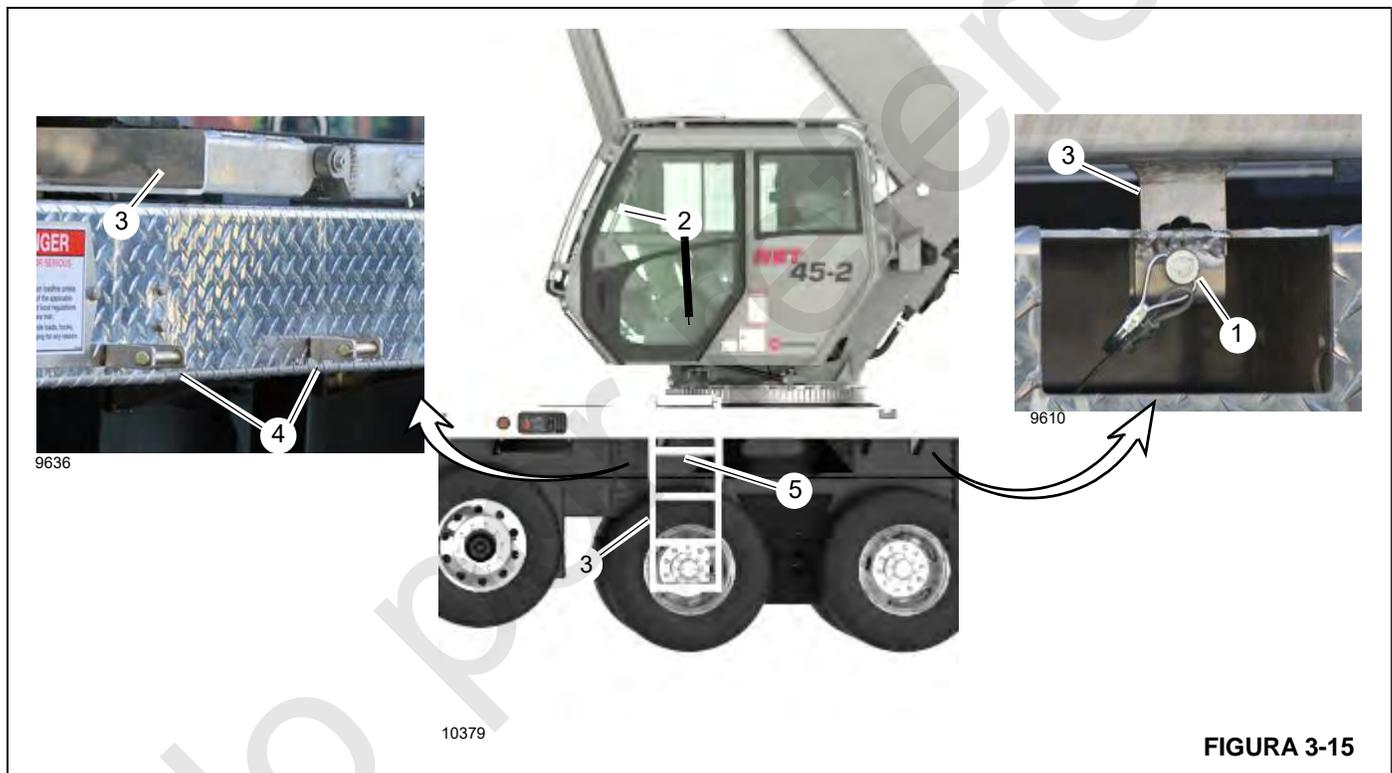

FIGURA 3-15
Para entrar en la cabina de la grúa, use la escalerilla (3, Figura 3-15) almacenada al lado de la cabina en la plataforma del vehículo y colóquela como se ilustra en la Figura 3-15. La escalerilla se asegura en su posición con pestillos (4). Después de abrir la puerta de la cabina, suba la escalerilla y al mismo tiempo tome las agarraderas (2) en la entrada de la cabina para entrar en ella. No intente ingresar